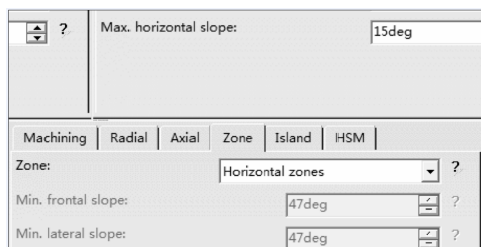

图 2-100 “Zone” 选项卡（3）
2) “Zone” 选项卡（3）如图 2-100 所示，用于选择加工的区域。相关参数如下：